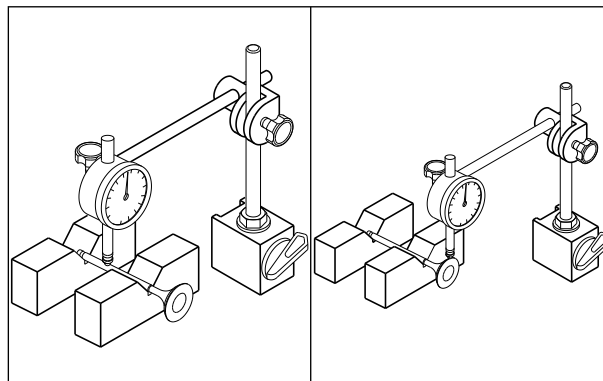

Fig. 3.64
- Usando ferramentas especiais, meça o empenamento na haste e na cabeça da válvula. Substitua a válvula por uma nova se o empenamento exceder o limite de uso. (Fig. 3.64)